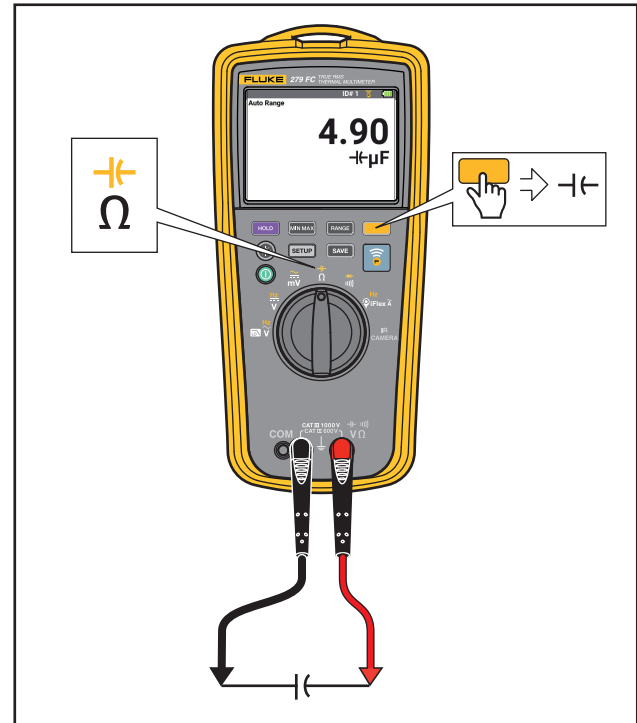

Figure 8. Mesures de capacité
- Mesures de capacité. Voir la Figure 8.
Le multimètre calcule la capacité en chargeant un condensateur avec un courant connu et en mesurant la tension résultante. Voir la Figure 8.